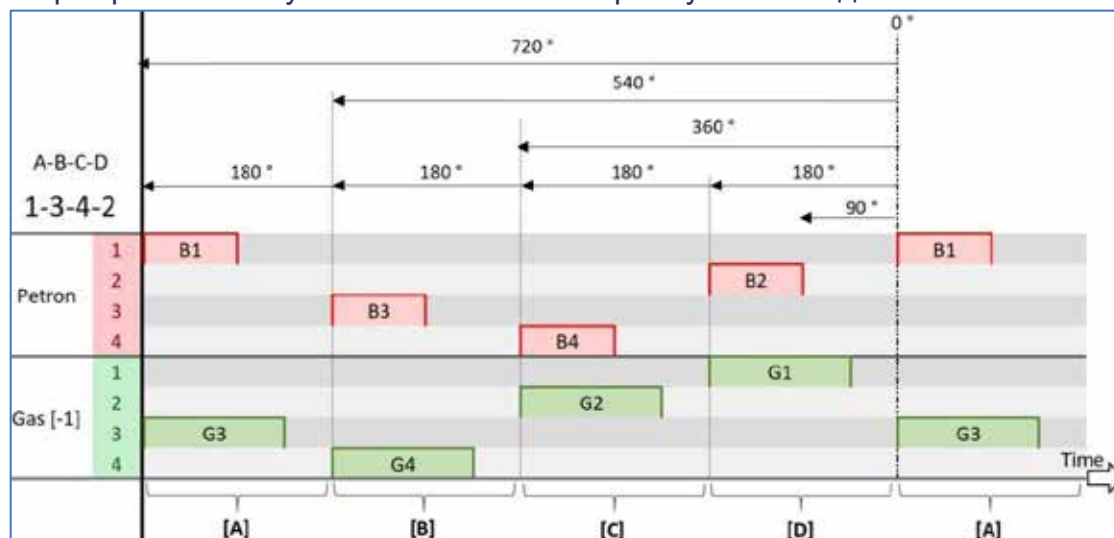

Рис. 2.112 Визуализация запуска газовых форсунок в стратегии [-1] для последовательности 1-3-4-2
**Рис. 2.112** показывает запуск газовых форсунок с использованием стратегии [-1], также известной как **СТАНДАРТНАЯ стратегия**. Это стандартная стратегия запуска